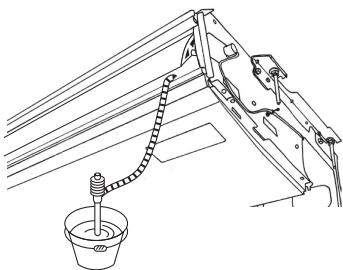

Fig. 5-3
- Sujete el adaptador de junta ⑤ que se suministra con la unidad en la abertura de drenaje con cinta plástica adhesiva.
- Asegure el tapón del adaptador ⑥, que se suministra con la unidad, en el adaptador de la junta ⑤.
- Conecte el tubo de drenaje (VP-20) al adaptador de junta ⑤ con cinta adhesiva plástica.
- Enrosque el tapón ⑦ del tubo de drenaje suministrado con la unidad. (Tapando la junta)
- Ⓒ Tapón del adaptador ⑥
- Ⓓ Adaptador de junta ⑤
- Ⓔ Tapón del tubo de drenaje ⑦
5. Comprobación de un drenaje correcto. (Fig. 5-3)